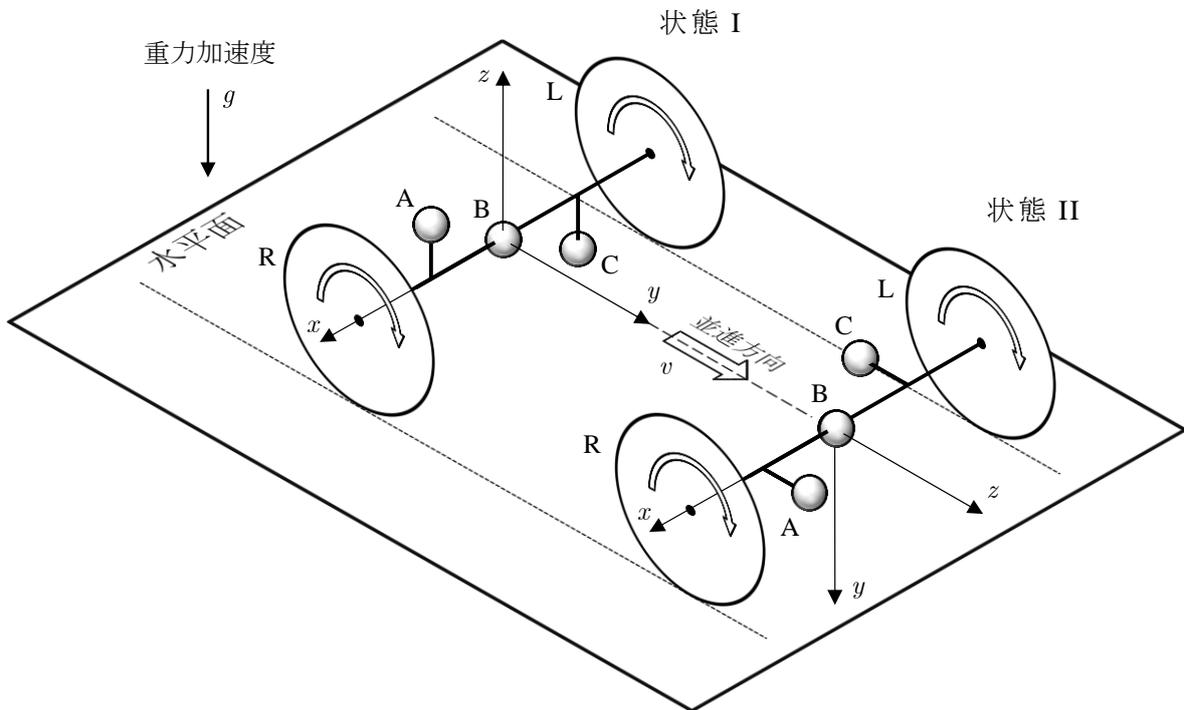

図 4
(3) 回転体は図 4 に示すように一定並進速度 v で両車輪が水平面に接地してすべりがない状態で転がっている。以下の問いに答えよ。ただし、重力加速度の大きさは g とし、ベクトルやテンソルは座標系 $O-xyz$ に対して表せ。
(iv) 図 4 の状態 II のように z 軸が水平方向と一致したときの 2 つの車輪にかかる抗力 $\mathbf{R}_R, \mathbf{R}_L$ を求めよ。